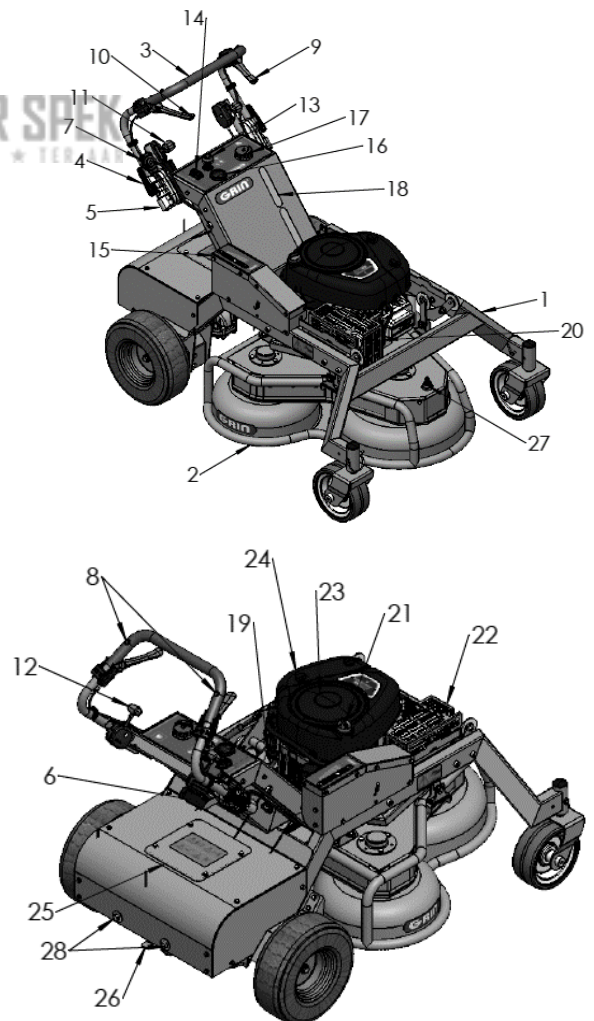

Fig. 7 - Componenti macchina
Il vostro Grin XM viene consegnato con l'olio nel motore. Dopo circa 5 ore di lavoro si consiglia di verificare il livello dell'olio con l'apposita astina (Fig.7_21) e, se necessario, rabboccare. Fare riferimento al manuale del motore per quantità e tipologia di olio.
2. Svitare il tappo del serbatoio benzina (Fig. 7_17), ma solo dopo aver rimosso sporco ed eventuali residui dalla zona del tappo.
3. Con l'aiuto di un imbuto, riempire con normale benzina verde. È possibile verificare il livello della benzina tramite gli appositi indicatori posti sulla macchina (Fig.7_18) Non riempire oltre il livello visibile, lasciare spazio per l'espansione del carburante. Rimuovere immediatamente eventuale benzina fuoriuscita o rovesciata; non mescolare olio al carburante.
6. Aprire il rubinetto benzina tra serbatoio e motore. (Fig.7_19). Si consiglia di chiudere sempre il rubinetto durante il trasporto, per evitare che entri troppa benzina all'interno del motore.
NB: a motore freddo spostare la leva di regolazione giri (Fig.7_12) motore in posizione di choke.
!!! ATTENZIONE !!! Dopo aver avviato il motore togliere subito la leva della regolazione dei giri motore (Fig.7_12) dalla posizione di choke
Il vostro XM è dotato di regolazione elettronica millimetrica dell'altezza di taglio. Dopo aver acceso la macchina premere il pulsante di regolazione altezza (Fig.7_14) per alzare o abbassare il sistema di taglio. È possibile vedere l'altezza impostata tramite l'apposito indicatore (Fig.7_15). Spostando l'indicatore verso la zona verde si aumenta l'altezza di taglio. Spostando l'indicatore verso la zona rossa si diminuisce l'altezza di taglio. Per un taglio ottimale si consiglia di non portare l'indicatore nella zona rossa.
1. Dopo aver avviato il motore, disinserire il freno di stazionamento, spostando la leva (Fig.7_6) verso destra e poi verso l'alto.
2. Dopo aver verificato che l'altezza di taglio sia corretta, avviare il sistema di taglio sollevando il fungo giallo posizionato sul cruscotto (Fig.7_13).
3. Spostare la leva marcia (Fig.7_11) avanti o indietro. Spostare la leva delicatamente, in modo da variare in modo graduale la velocità, in particolare quando si usa la retromarcia. Bruschi cambi di velocità potrebbero portare l'operatore a perdere l'equilibrio.
4. Per sterzare la macchina premere la leva di sinistra (Fig.7_9) per andare a sinistra e la leva destra (Fig.7_10) per andare a destra. Più si preme la leva minore, più sarà stretta la curva. Premendo a fondo la leva, la macchina ruoterà su sé stessa.
1. Portare la leva di marcia avanti/indietro (Fig.7_11) in posizione di folle (N)
2. Inserire il freno di stazionamento, muovendo la leva verso il basso (Fig.7_6)
3. Disinserire il sistema di taglio premendo il fungo giallo sul cruscotto (Fig.7_13)
4. Rilasciare i pulsanti di sicurezza presenza uomo (Fig.7_8) per spegnere la macchina.
1. Svitare le viti di fissaggio del Kit on-board (Fig.7_28), posizionare la piastra ed avvitare le viti come nell'immagine sopra. Stringere le viti con una coppia di 50Nm.
- III. Accedere al vano batteria, svitando le 4 viti che fissano lo sportello (Fig.7_25). Scollegare la batteria e collegarla ad un mantentore di carica.